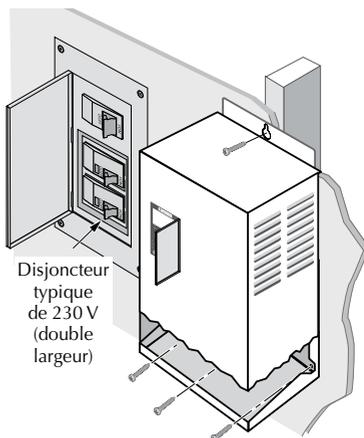

Figure 6 – Montage du mécanisme d'entraînement sur un mur
Pour monter le mécanisme comme il est illustré à la Figure 6, procéder comme suit :
4. Le couvercle étant déposé, fixer le mécanisme de façon permanente sur le trou allongé du haut et n'importe lequel des trois trous inférieurs (pour une surface plane) ou le trou inférieur du centre (pour un poteau ou un goujon). Voir la Figure 6.
5. S'assurer que les événements ne sont pas obstrués et qu'il y a suffisamment d'espace autour du mécanisme pour que l'air circule librement (dégagement minimal de 3 po en haut, en bas et sur les côtés). Voir la Figure 6. Lorsque le mécanisme est monté, les câbles peuvent être connectés.